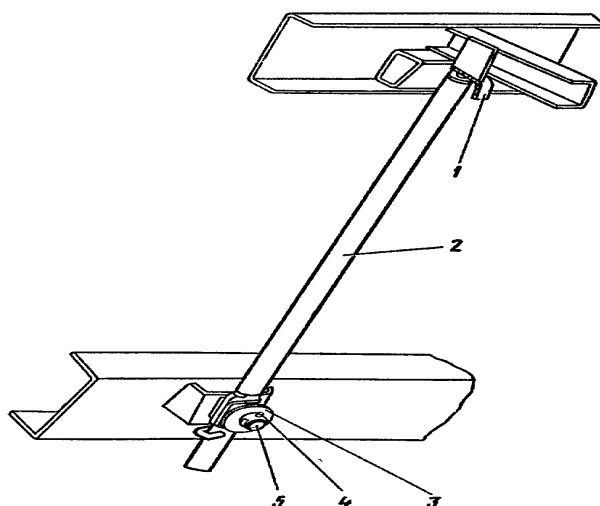

Рис. 23. Стойка предохранительная:
4.11. Стойка предохранительная (см. рис.23). Предохранительная стойка